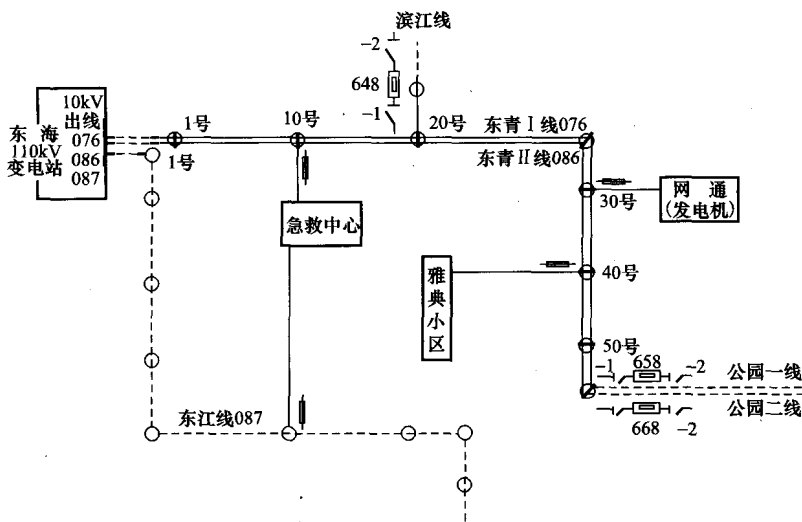

图 1-2 10kV 东青 I (076)、II (086) 线路平面示意图
• 同杆架设 10kV 东青 I、II 线路 (1~50 号)，计划 2006 年 12 月 12 日 8:00~17:30 进行停电检修，该线路与 10kV 公园 I、II 线路，10kV 滨江线路拉手互转供电，并主供急救中心（双电源用户）、网通（自备发电机用户）和雅典生活小区，10kV 东青 I (076)、II (086) 线路平面示意图如图 1-2 所示（图中虚线为带电线路，实线为停电线路）。